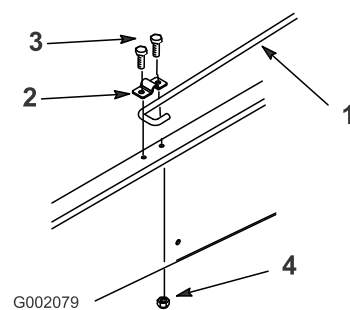

Figura 10
6. Desaperte o parafuso que fixa o dispositivo de bloqueio da barra de apoio à estrutura até poder encaixar a extremidade em gancho J da barra de apoio por baixo do dispositivo de bloqueio (Figura 10).
7. Aperte o parafuso e fixe o outro lado do dispositivo de bloqueio com um parafuso novo (5/16 x 3/4 polegada) e porca de flange (5/16 polegada) (Figura 10).